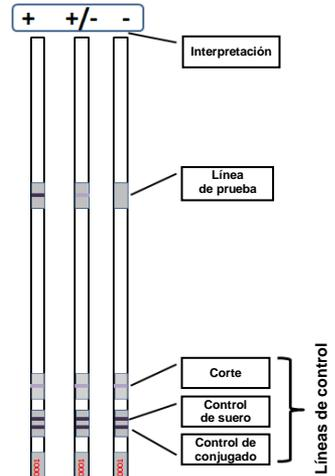

Figura 1: Esquema de las tiras LIA de reacción con una línea de prueba.
- Las líneas de prueba están colocadas por encima de (véase la Figura 1 Esquema) las líneas de control de corte, suero y conjugado como se describe en el esquema. Las líneas de control de suero y conjugado aparecen en la misma sección de nitrocelulosa en la parte inferior.
- Como aparece en la etiqueta de la Figura 1, las líneas de control de suero y conjugado deben ser claramente positivas indicando que el experimento tuvo éxito. El corte es una línea débil con variación en intensidad basado en las condiciones experimentales. El esquema de la Figura 1 muestra un ejemplo de línea de prueba y 3 líneas de control. El desarrollo de la línea de prueba depende de la muestra. Las reacciones positivas pueden presentar intensidades variables de débil a fuerte. **Las reacciones débiles deben compararse con la intensidad de la línea de corte que se facilita en la tira.** Las reacciones que son claramente más oscuras o más densas que la intensidad de la línea de corte deben considerarse positivas.